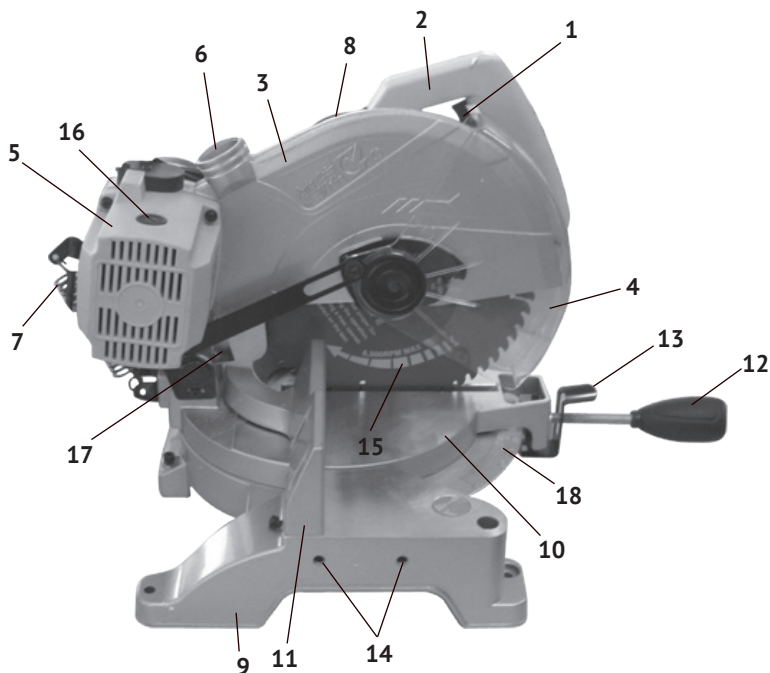
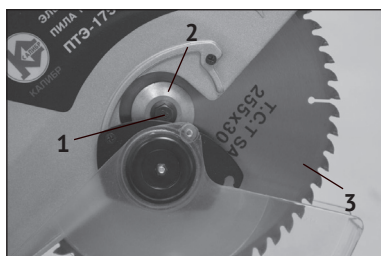

рис.1
рис.4
1.1.3 Основным несущим узлом режущего блока пилы является металлический корпус редуктора, выполненный заодно с верхним защитным кожухом диска (рис.1 поз.3). К корпусу крепится пластиковый корпус двигателя (рис.1 поз.5). С противоположной стороны к редуктору крепится рукоятка. Вертикальное перемещение режущего блока для реза обеспечивает ось, закреплённая между двумя опорами рабочего стола, выполненных в виде кронштейнов. Возвратная пружина (рис.1 поз.7) возвращает режущий блок в исходное положение.
1.1.4 Рабочий стол (рис.1 поз.10), вместе с режущим блоком, имеет возможность смещения (вправо/влево) относительно основания (рис.1 поз.9) и параллельного упора (рис.1 поз.11), в который упирается обрабатываемая заготовка. Таким образом обеспечивается косой (от 0 до 45°) рез материала (брус, доска, планка и т.п.). В комплект поставки входят две дополнительные опоры для поддержки длинномерных заготовок, которые крепятся к основанию пилы в отверстия (рис.1 поз.14) с двух сторон.
- проверьте работоспособность выключателя электродвигателя инструмента. Не подключая пилу к электросети, нажмите и отпустите клавишу выключателя (рис.1 поз.1) – она без задержек должна возвратиться в исходное положение;
- включение/выключение пилы осуществляется нажатием на клавишу выключателя (рис.1 поз.1), при отпускании клавиши двигатель отключается. Подвижной защитный кожух будет подниматься автоматически по мере опускания режущего блока.
- отведите подвижный защитный кожух (рис.1 поз.4) вверх до упора, чтобы иметь свободный доступ к шпинделю (рис.4 поз.1). Заблокируйте вращение шпинделя нажатием кнопки фиксации, расположенной на
корпусе режущего блока, между рукояткой (рис.1 поз.2) и неподвижным кожухом (рис.1 поз.3);
- с помощью специального ключа открутите фиксирующий болт диска, снимите внешний зажимной фланец (рис.4 поз.2) и пильный диск (рис.4 поз.3) вместе с опорным фланцем со шпинделя;
- для установки угла поворота ослабьте фиксирующую рукоятку поворотного основания (рис.1 поз.12) рабочего стола;
- нажав рычаг фиксатора (рис.1 поз.13) установите необходимый угол распила и отпустите рычаг, надёжно затяните фиксирующую рукоятку поворота рабочего стола.
- во время работы для эффективного отвода пыли из зоны пиления подключите пылесос или установите штатный пылесборник на отверстие отвода стружки (рис.1 поз.6);
- для замены щёток необходимо открутить крышки щёткодержателей (рис.1 поз.16) на корпусе двигателя, вынуть использованные щётки из щёткодержателей, заменить их новыми и закрутить крышки щёткодержателей. Щётки следует менять парой, для обеспечения их равного давления на коллектор якоря;
- для замены ремня необходимо: снять защитный кожух (рис.1 поз.8), проворачивая ведомый шкив, снять ремень. Очистив вал якоря (является шкивом ведущим), шкив ведомый и кожух ремня, установить новый ремень и прикрутить защитный кожух;